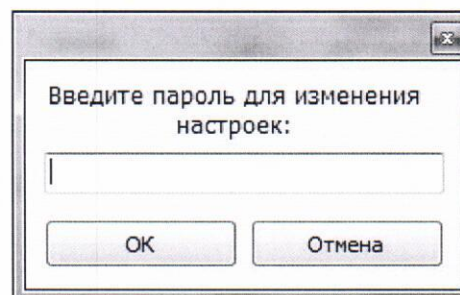

Рисунок 3 – окно для ввода пароля программы «TKLS Conf.exe»
– Заводской пароль датчика по умолчанию **testtest**. Для изменения пароля в поле «Пароль на изменение настроек» нужно ввести новый пароль, который не должен совпадать с номером датчика и с заводским паролем и должен состоять из 8 символов. После нажать кнопку «Записать настройки». Программа запросит ввести текущий пароль (см. рисунок 3):